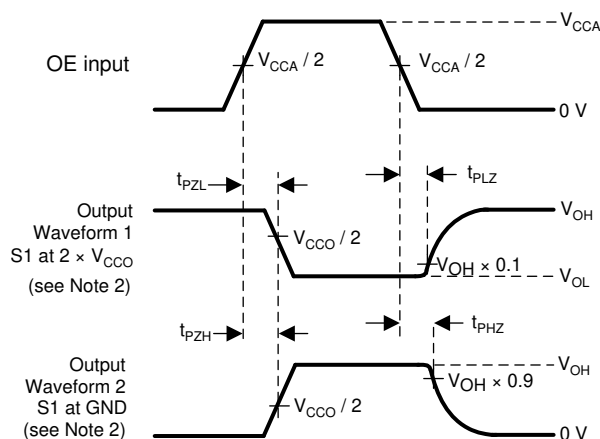

图 7-6. 启用和禁用时间
2. 图 7-6 中的波形 1 针对内部输出 (output with internal)，这样输出为高电平，除非 OE 为高电平 ( 请见图 7-3 )。图 7-6 中的波形 2 针对条件输出 (output with conditions)，这样输出为低电平，除非 OE 为高电平。